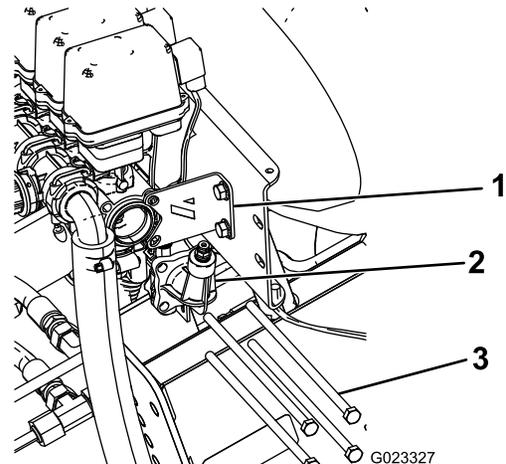

Bild 9
2. Entfernen Sie die vier langen Schrauben, mit denen der Druckmanometeranschluss an den Auslegerventilen befestigt ist und werfen sie weg (Bild 9). Bewahren Sie die flachen Scheiben und Muttern auf.
3. Entfernen Sie die zwei Schrauben und Muttern, mit denen die Stabilisierungshalterung am Ventil befestigt ist, und bewahren sie auf (Bild 9).